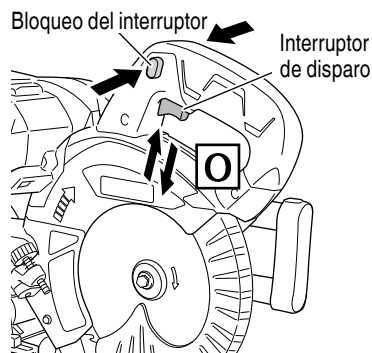

Fig. 26
(1) Encendido de la sierra (Fig. 26)